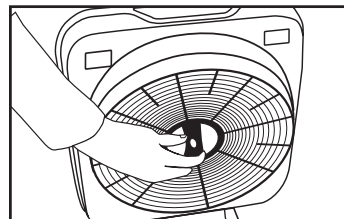

Fig. 10
3. Retire el filtro de nanobobinas de la unidad tomándola por el mango central y jalando para extraerlo del núcleo central. Vea la Fig. 10.
5. Vuelva a colocar el filtro de nanobobinas. Asegúrese de alinear el centro del mango del filtro con el núcleo central. El mango del filtro debe estar en posición vertical. Asegúrese de que la varilla del núcleo central atraviese el orificio del mango del filtro. Vea la Fig. 10.